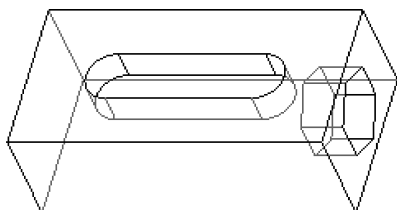

图 6-91 编辑定义后的模型
(4) 在操控面板上或在模型上双击深度尺寸，更改拉伸深度为 30.00，单击 **✓** 完成编辑定义。如图 6-91 所示。